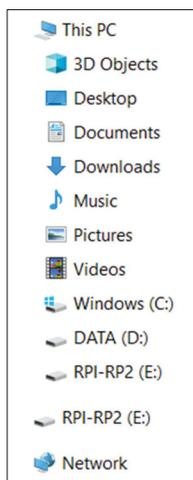

Рис. 2.1: Pico как съемный диск RPI-RP2.
- Вы должны увидеть, что Pico отображается как съемный диск с именем **RPI-RP2**, как показано на рис. 2.1 (диск **E:** в данном случае).